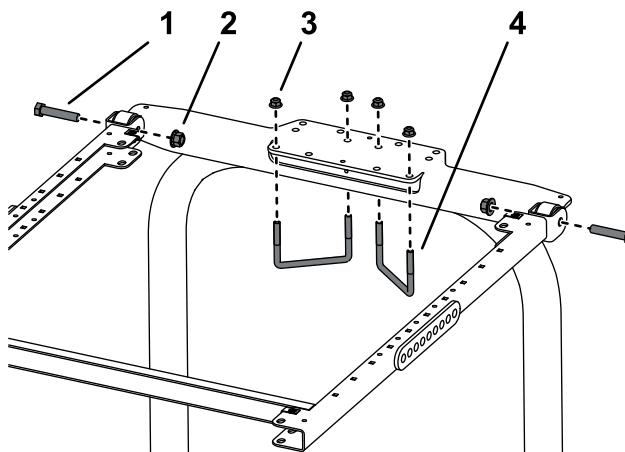

Figura 46
1. Posicione o suporte de montagem do ROPS na parte superior da barra de segurança do pulverizador de relva (Figura 46).
2. Instale o conjunto da estrutura no suporte de montagem do ROPS (Figura 46).
3. Utilizando os furos de montagem mostrados na Figura 46, monte cada suporte de montagem do ROPS na parte superior da barra de segurança com duas cavilhas em U (4 1/2 x 2 3/4 pol.) e quatro porcas flangeadas.